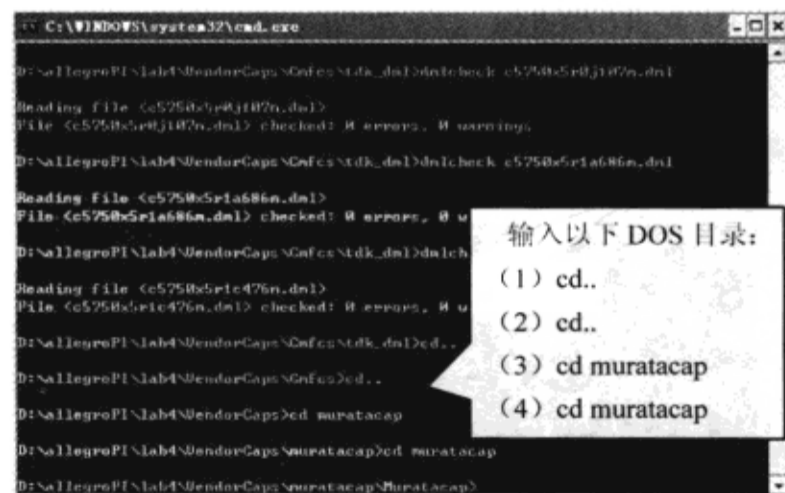

图 10-6-42 进入 muratacap 文件夹
(3) 在 DOS 命令提示符窗口输入图 10-6-42 所示的命令, 把当前目录改变到 Murata dml 文件所在的目录。